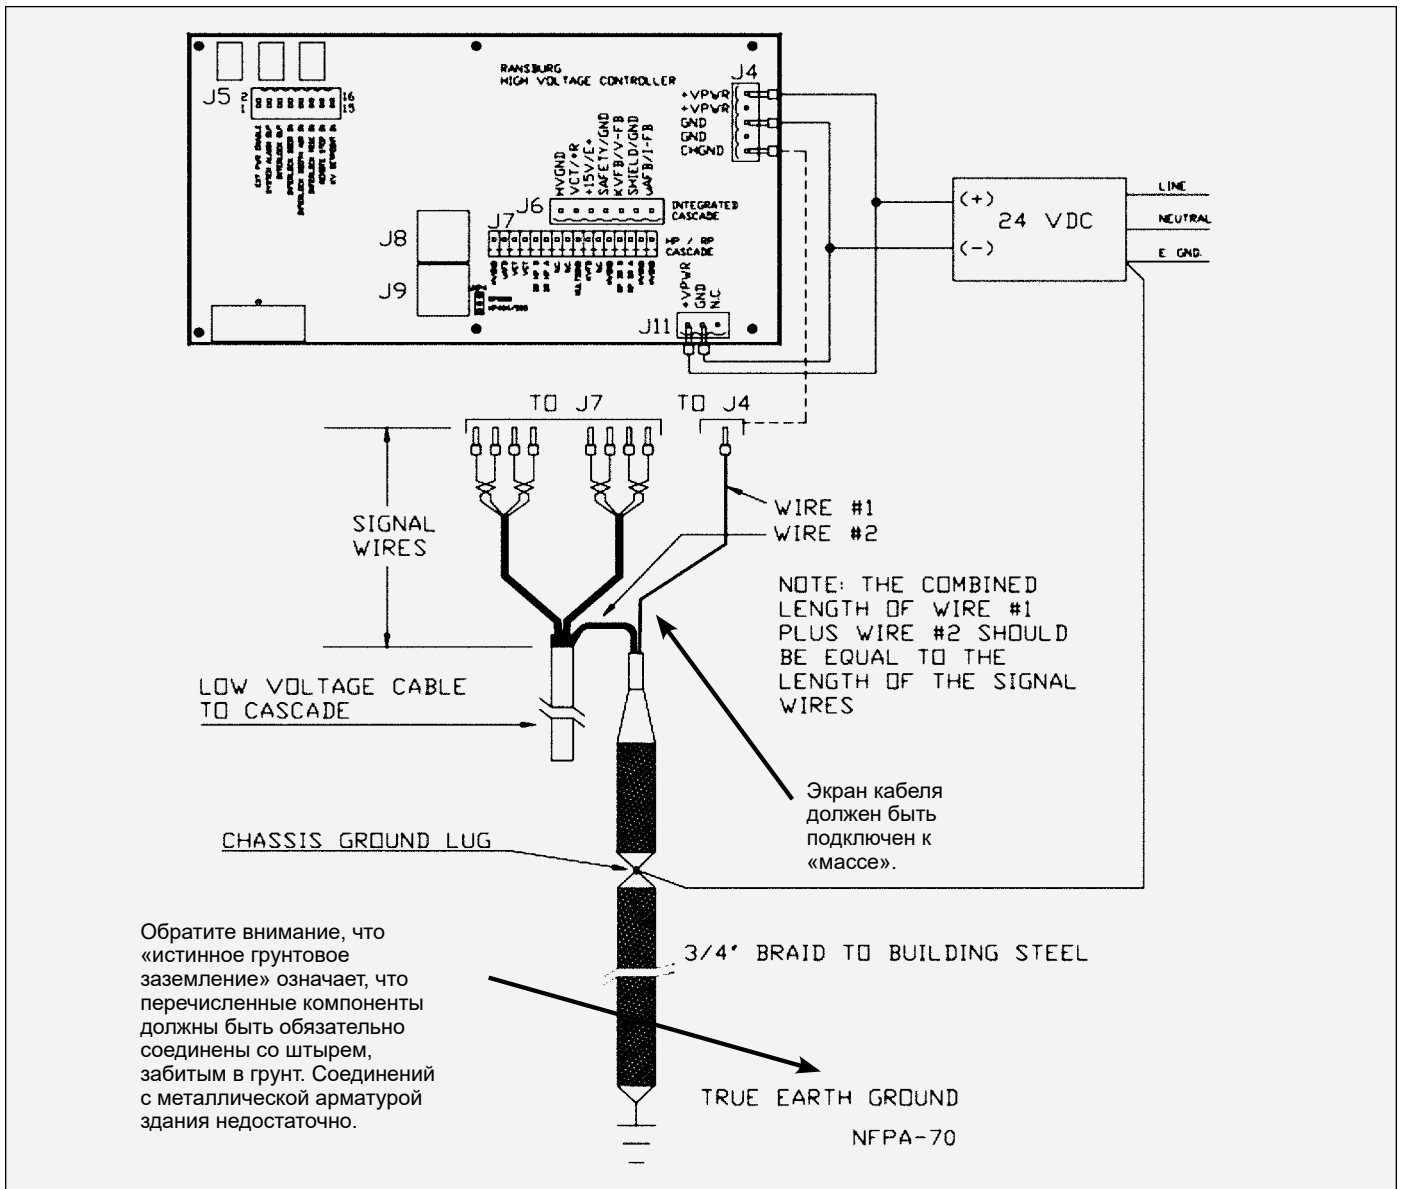
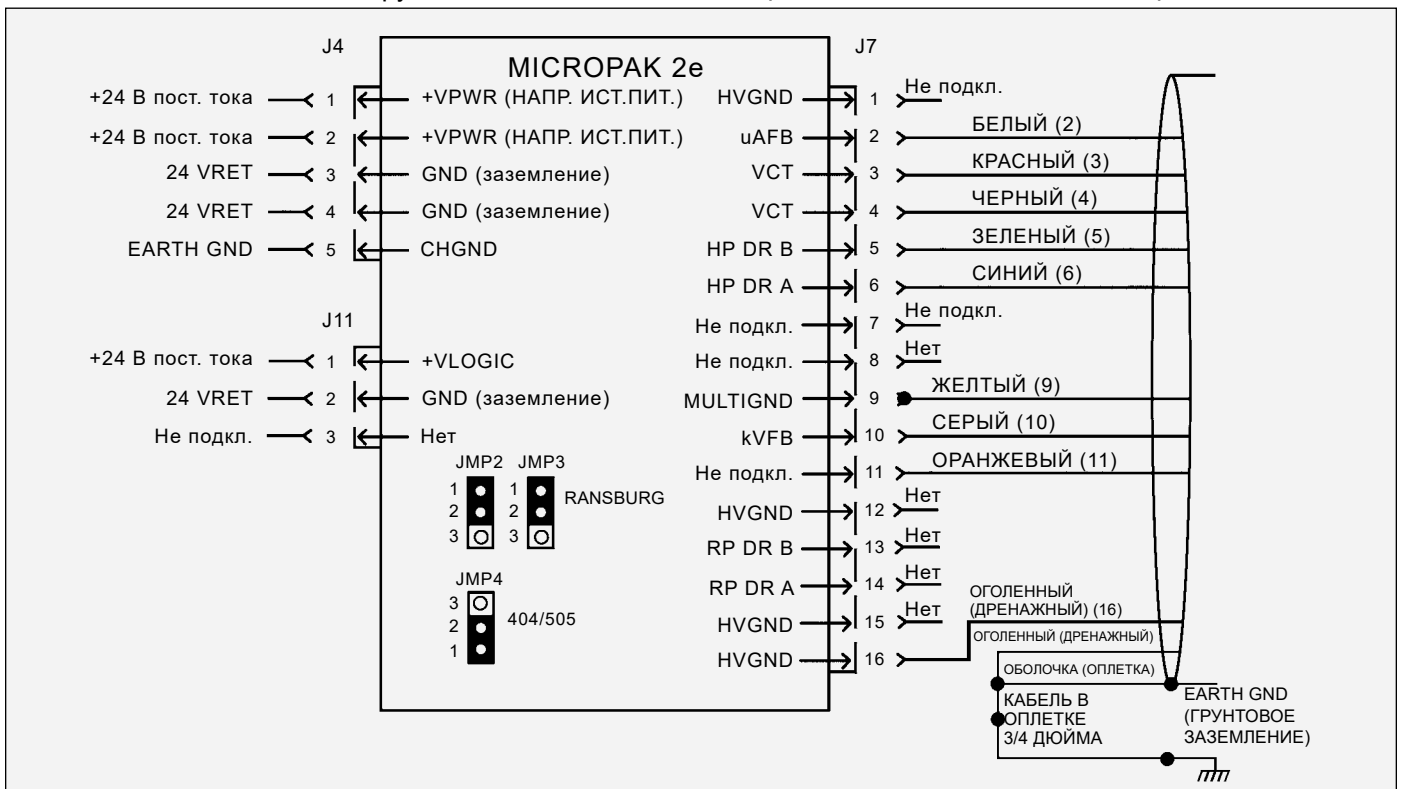
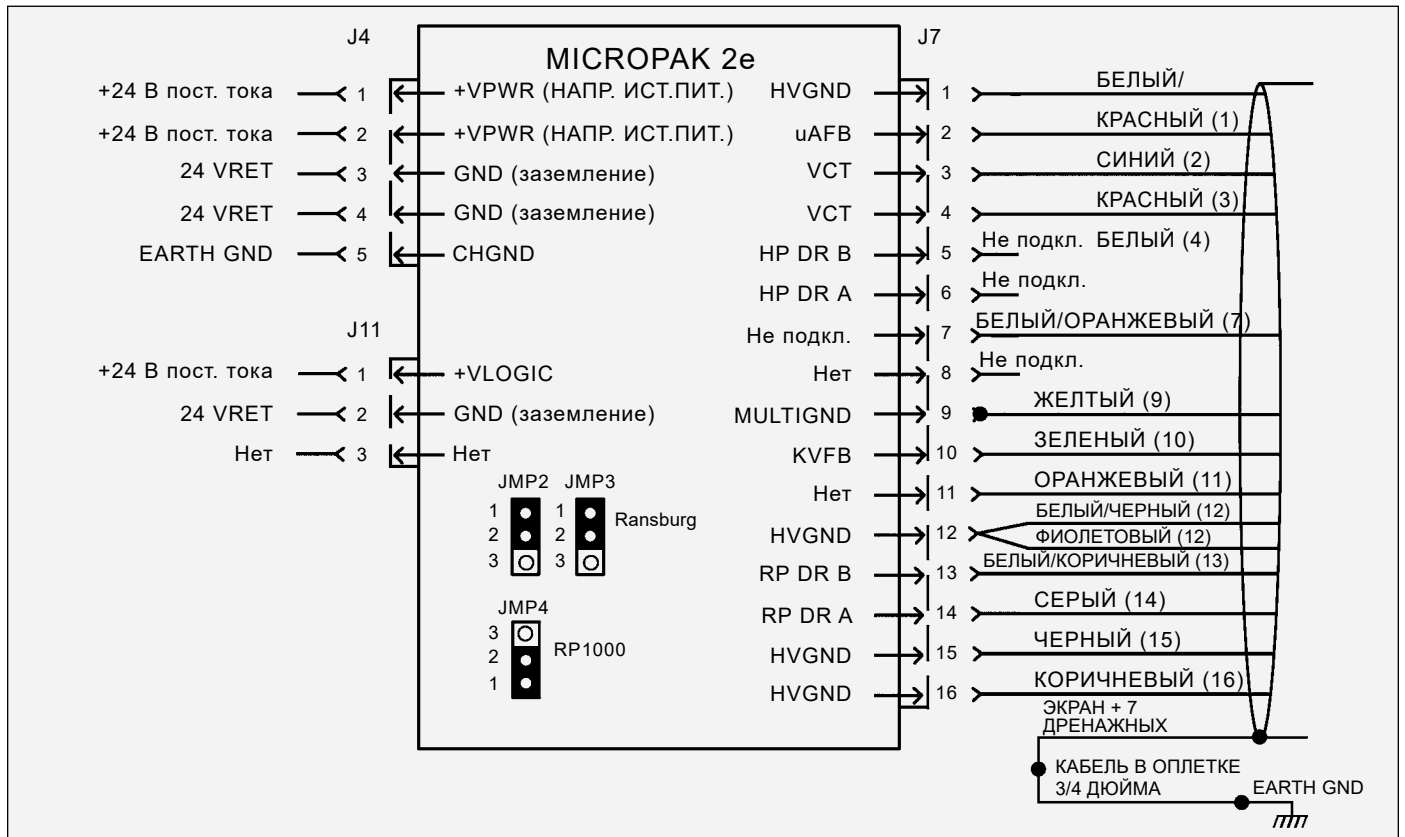

Рис. 23. Подключение и заземление источника питания
Рис. 24. Электрические соединения контроллера MP2e с каскадами HP404/RP404/HP505
Рис. 25. Электрические соединения контроллера MP2e с каскадом RP1000
Источник питания (соответствующими номинальными характеристиками) подключается к контактам J4 и J11 на контроллере MP2e (рис. 23). Источник питания должен быть заземлен, как показано на рис. 23.
1. Источник питания должен быть подключен к истинному грунтовому заземлению только в одной точке, через контакт заземления на массу. (Контакты для подсоединения заземляющего проводника см. на рис. 24 и рис. 25).
Для подключения низковольтного кабеля к контроллеру высокого напряжения MP2e используйте схемы подключений, представленные на рис. 24 и рис. 25, а также в таблице 2. Убедитесь в правильности заземления как низковольтного кабеля, так и контроллера высокого напряжения MP2e, как показано на рис. 23.